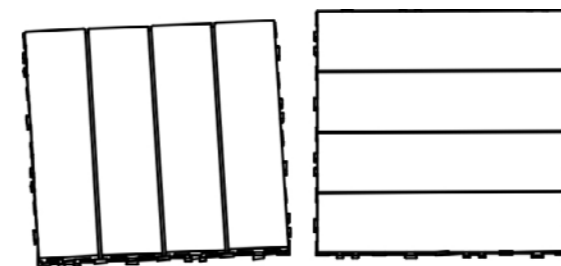

Bild 5
- 3 Ta sedan den andra plattan och passa in kopplingarna med den första plattan, så som visas på bild 5.